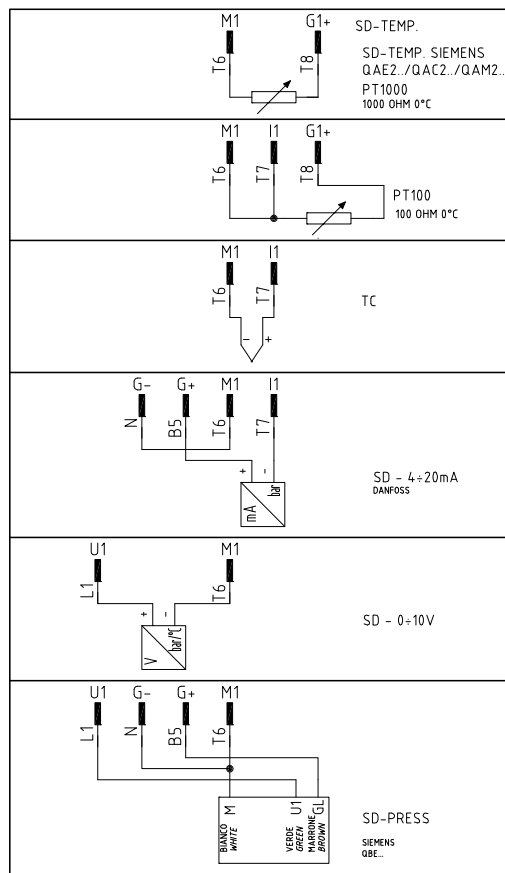

Fig. 26: Collegamento sonde
- Collegare i conduttori relativi al segnale di consenso dalla caldaia verso il bruciatore, per i seguenti componenti (Fig. 26, Fig. 28):
- Collegare i conduttori relativi al segnale di consenso dal bruciatore verso la caldaia, per i seguenti componenti (Fig. 26, Fig. 28)